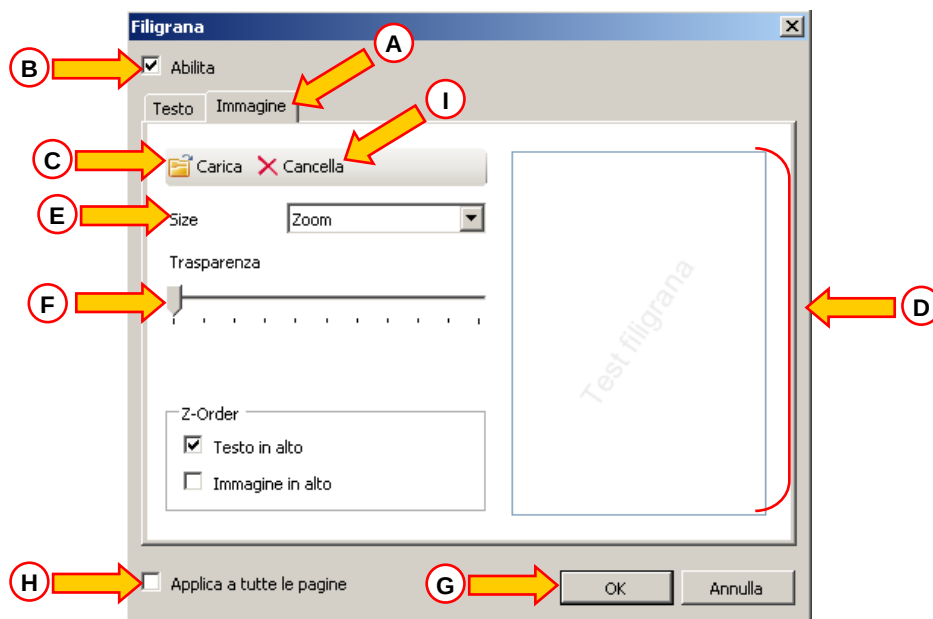

Fig 32
- Cliccare l’etichetta “Immagine” indicata in Fig 32 **A**.
Sarà visualizzata la seguente finestra (Fig 32).
- assicurarsi che il checkbox “Abilita” sia selezionato (Fig 32 **B**). In caso contrario i contenuti della finestra non possono essere modificati.
- Cliccare il pulsante “Carica” indicato in Fig 32 **C**.
L'immagine sarà visualizzata nell'area indicata in Fig 32 **D**.
- Utilizzare il menu a tendina “Size” per stabilire la grandezza dell'immagine (Fig 32 **E**).
- Utilizzare il cursore “Trasparenza” per stabilire il grado di trasparenza dell'immagine in filigrana (Fig 32 **F** - se il cursore è sulla sinistra la trasparenza è massima).
- Cliccare il pulsante  (Fig 32 **G**).
Se il checkbox “Applica a tutte le pagine” è selezionato (Fig 32 **H**) la filigrana è applicata a tutte le pagine del documento, altrimenti solo alla pagina corrente.
- cliccare il pulsante “Cancella” indicato in Fig 32 **I**.